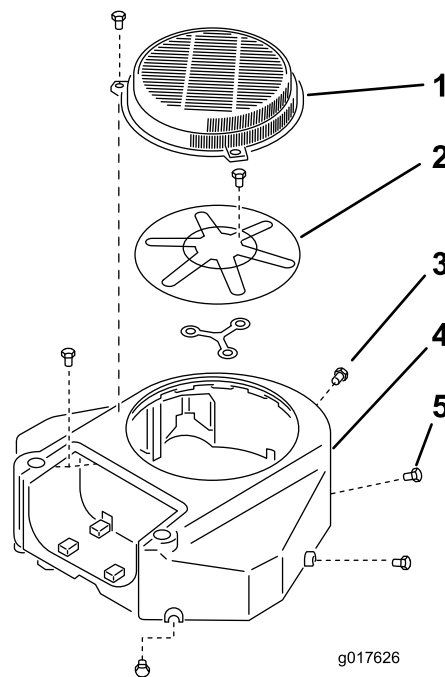

Figura 58
3. Remova o painel de admissão de ar e caixa da ventoinha (Figura 58).
5. Instale o painel de admissão de ar e caixa da ventoinha (Figura 58).